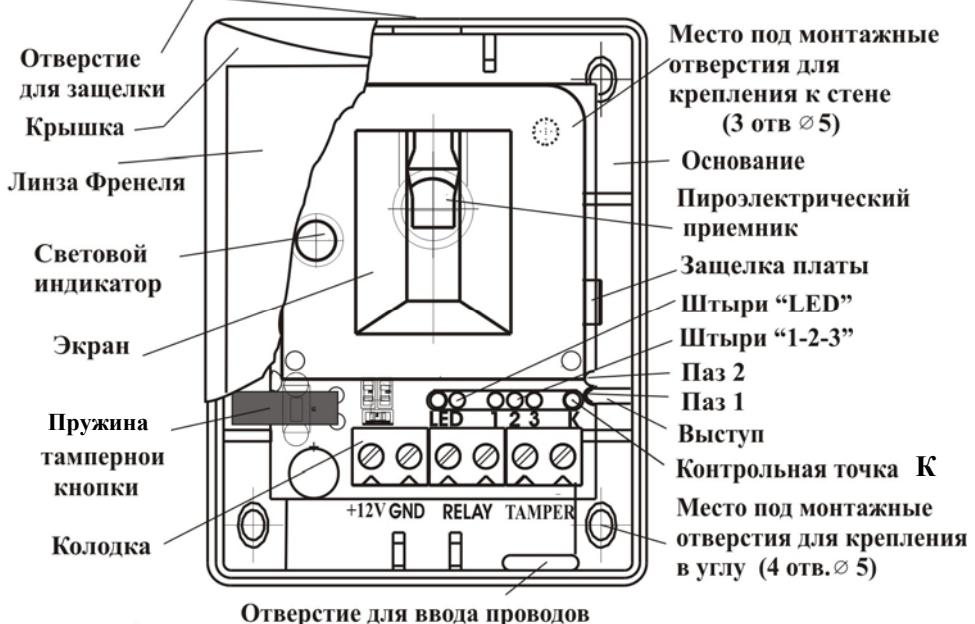

Рис. 1 Внешний вид извещателя
4.1 Конструктивно извещатель выполнен в виде блока со съемной крышкой, закрывающей доступ к колодке внешних подключений и элементам крепления извещателя на объекте. Внешний вид извещателя представлен на рис.1. Внутри блока находится печатная плата с расположенными на ней радиоэлементами. Конструкция извещателя позволяет проводить его разборку с последующей сборкой.